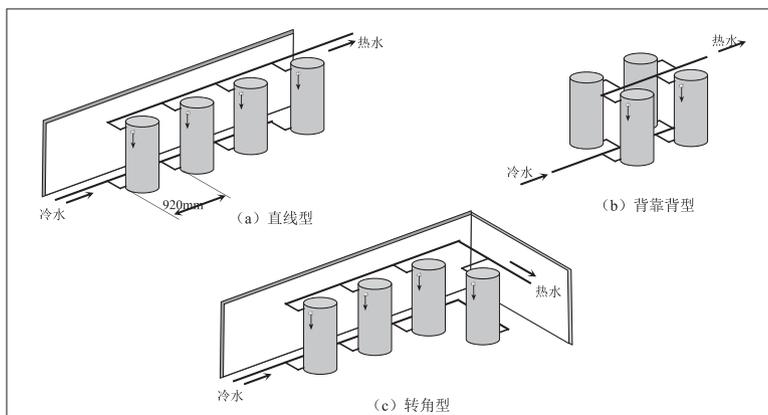

图 9
- ◆ 每台热水器之间应有足够的空间，以便于检修；每组并联的热水器可以采用直线型、背靠背型和转角型等几种排列方式。如图9示。